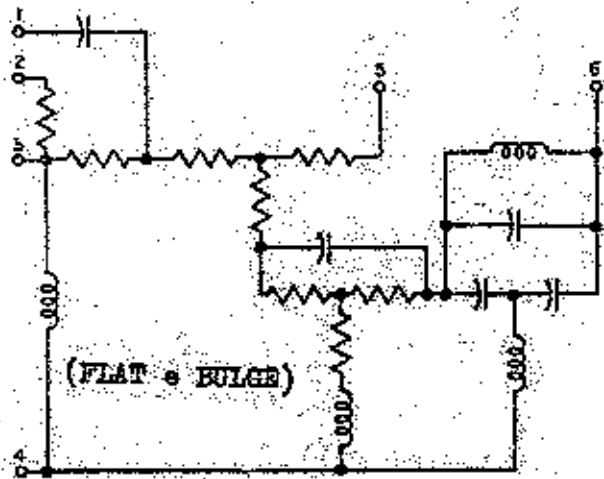

Fig.21 Circuiti dell'equalizzatore EQ821
- Generalità : gli equalizzatori (EQ821 e EQ822 di fig. 21 e 22) hanno il principale compito di livellare tutta la banda di freq. in arrivo prima di immetterla all'ingresso dell'ampl. comune di ricezione. Hanno inoltre il compito di attenuare, in dipendenza dell'attenuazione del cavo S-4, tutti i segnali d'ingresso al livello prescritto (-45 o -55 db) in modo di ottenere una uscita di zero dbm all'ampl. comune di ricezione.
- Equalizzatore EQ821 (fig. 21 e 15)